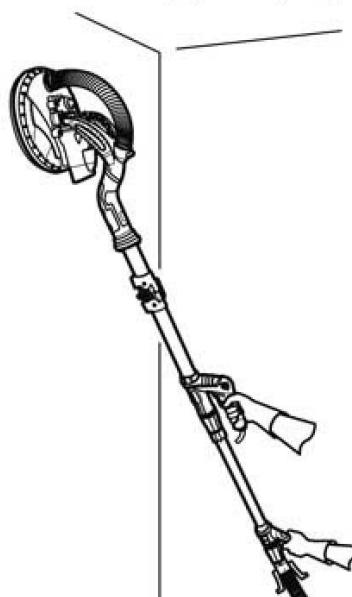

Рис. 14, с телескопической трубкой
- > Держите изделие одной рукой за основную ручку (5), а другой рукой - за заднюю ручку (11а), если установлена телескопическая трубка (11) (Рис.14).